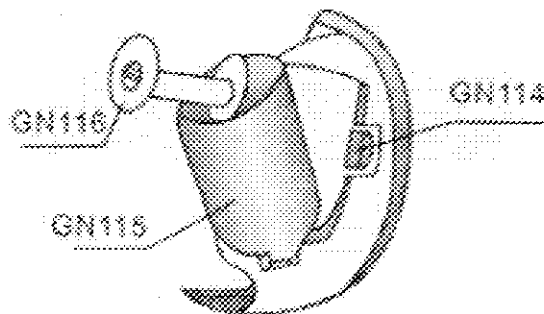

Рис.1
2. Снятие шпульки (см. Рис. 1)